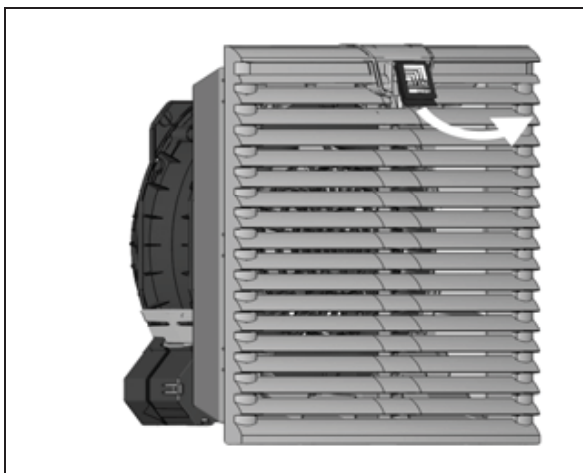

Bild 6: Lossning av lamellgallret
- Dra den funktionella logon i lamellgallret uppåt lite grann med fingret (se bild 6)